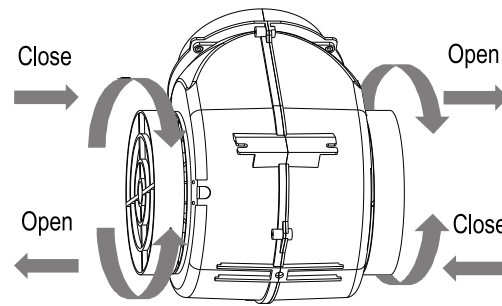

Fig.9
- Les filtres à charbon sont installés aux deux extrémités du moteur. Faites tourner les filtres à charbon jusqu'à ce qu'ils se verrouillent en place (voir la figure 9).